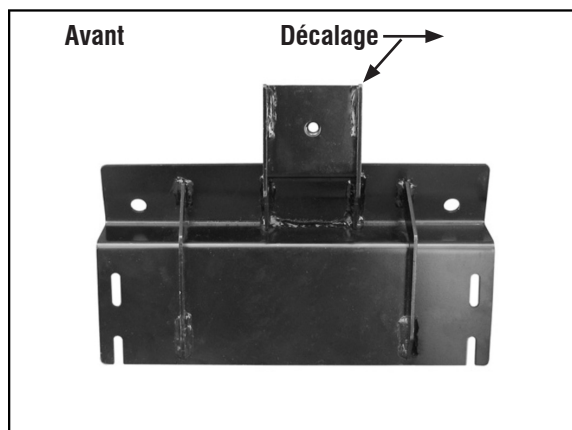

Fig. 4
Maintenir le support avant au-dessus des plaques de boulon et aligner les (2) trous de fixation (fig. 4). Fixer le support aux plaques de boulon avec (2) écrous de bride de 10 mm. Ne pas serrer le matériel maintenant.